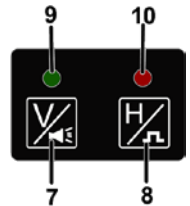

Рисунок 2
3.3 Панель керування та індикації режимів (рисунок 2)